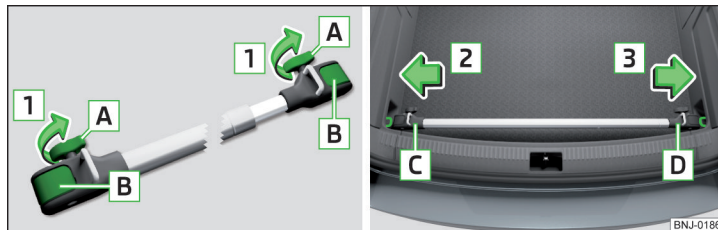

Fig. 118 Montar el travesaño: Aflojar los tornillos y desbloquear los soportes / colocar el travesaño sobre las argollas de retención
- Para **instalar**, soltar completamente los tornillos **A** en la dirección de las flechas **1** y extraerlos en parte. Los soportes **B** serán desbloqueados » fig. 118.